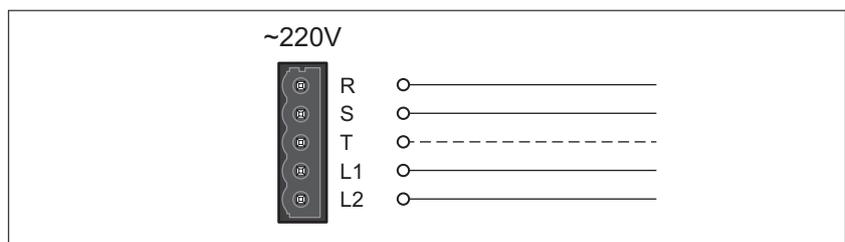

Ilustración 36: Esquema de conexiones de la alimentación de la etapa de potencia
- ▶ Conecte el cable de red (Ilustración 36).